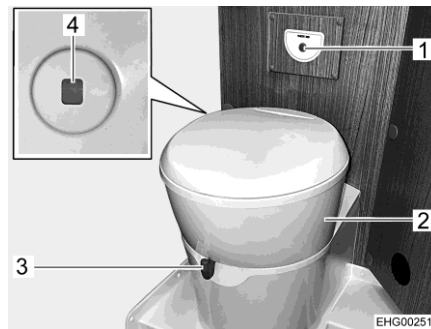

Fig. 96 Toilettes
Il est possible de tourner la cuvette dans la position souhaitée. Saisir pour ce faire le partie supérieur des toilettes (Fig. 96,2) des deux mains et tourner.
L'unité de commande avec le bouton de la chasse d'eau (Fig. 96,1) est positionné à proximité de la cuvette.
- Avant d'actionner la chasse d'eau, ouvrir le curseur des toilettes. Pousser pour cela le levier du curseur (Fig. 96,3) dans le sens inverse des aiguilles d'une montre.
- Pour actionner la chasse d'eau, appuyer sur le bouton bleu (Fig. 96,1).
L'indicateur de niveau (Fig. 96,4) passe du vert au rouge quand le réservoir pour matières fécales doit être vidé.